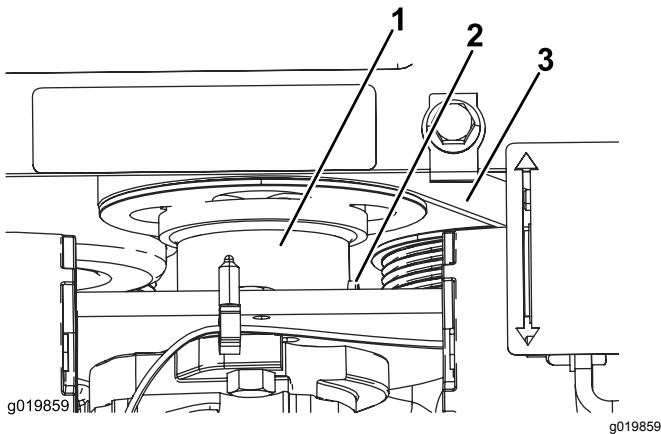

Bild 53
5. Lösen Sie die Stellschraube an der Pumpenantriebskupplung (Bild 53).